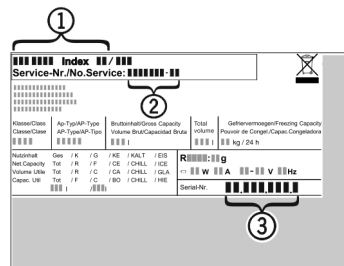

Fig. 10
- ▶ Contact opnemen met de Technische Dienst en het probleem, apparaataanduiding Fig. 10 (1), servicenr. Fig. 10 (2) en serienr. Fig. 10 (3) mededelen.
- ▶ Apparaataanduiding Fig. 10 (1), servicenr. Fig. 10 (2) en serienr. Fig. 10 (3) van het typeplaatje aflezen. Het typeplaatje bevindt zich aan de linkerkant binnen in het apparaat.